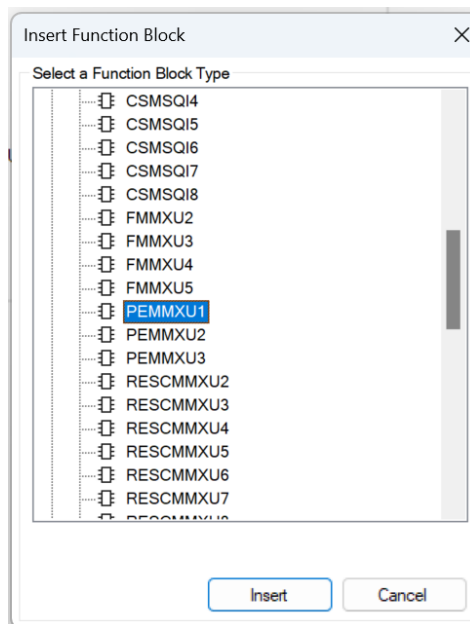

Imagen 127_Ventana de funciones en bloque_Measurement.
2.3.12 Por último, vamos a añadir el bloque “PEMMXU1” desde “Insert - FunctionBlock - Measurement - PEMMXU1” como en la **Imagen 127**. Este bloque nos ayudará a medir la potencia y al igual que las demás este tiene límites que podemos establecer en la medición, así como ajustar su tiempo de encendido y apagado.